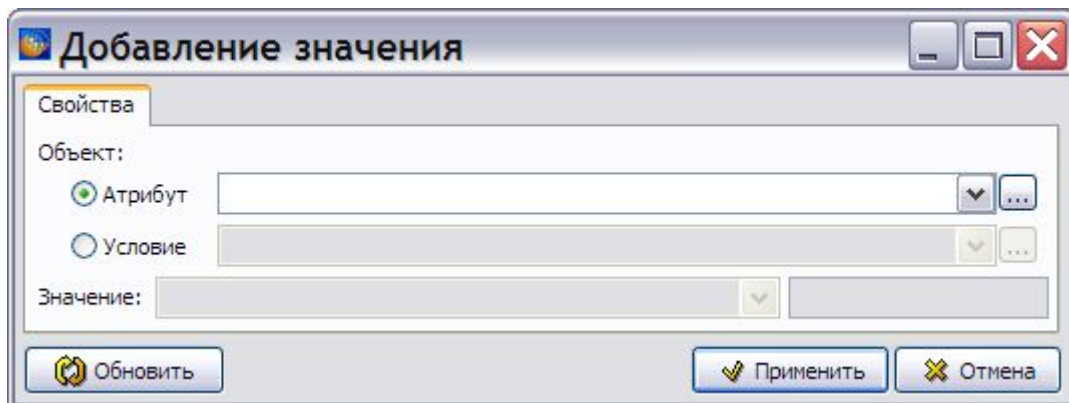

Рис. 10.8
5. Для добавления операнда нажмите на кнопку **Добавить значение** . После этого откроется диалоговое окно **Добавление значения** (Рис. 10.8).